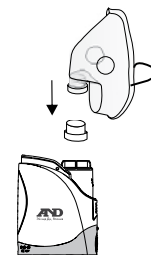

Рисунок 5
- Для забезпечення щільного приєднання прикладайте достатні зусилля для з'єднання маски з ємністю для ліків (див. рис. 5).